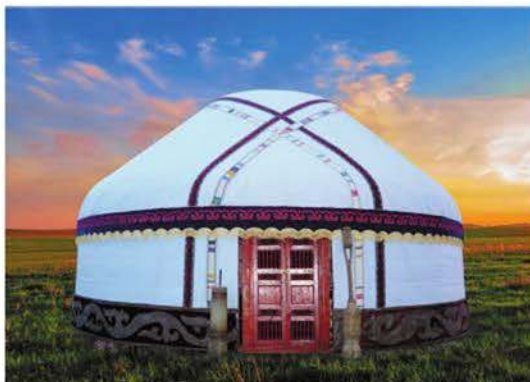

Рисунок 17.6 Юрта
- выполнить 3D-сборку и визуализацию (рисунок 17.6).